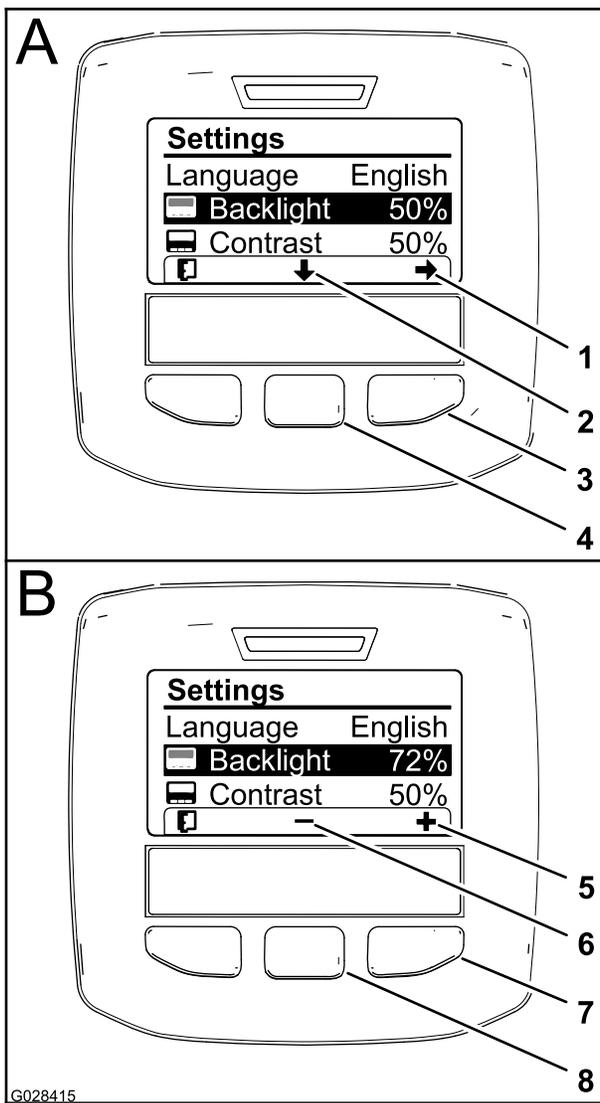

Рисунок 10
1. Чтобы изменить уровень подсветки или контрастности дисплея, нажмите среднюю кнопку выбора (кнопка под стрелкой вниз на дисплее), чтобы перейти вниз к настройке Backlight (Подсветка) или Contrast (Контрастность) (Рисунок 10).
- Нажмите правую кнопку выбора, чтобы вывести на дисплей параметр для изменения величины (Рисунок 10).
- Используйте среднюю и правую кнопки выбора, чтобы изменить уровень яркости или контрастности дисплея (Рисунок 10).
- Нажмите левую кнопку выбора, чтобы сохранить выбранную вами настройку (Рисунок 10).